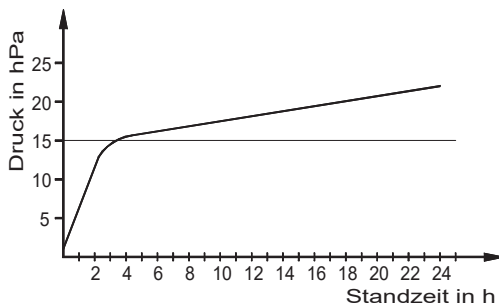

Abb. 6.3
24. Die Druckaufzeichnung während einer Vakuumstandprobe bei 13 °C über 24 h zeigt folgenden Verlauf (Abbildung 6.3):